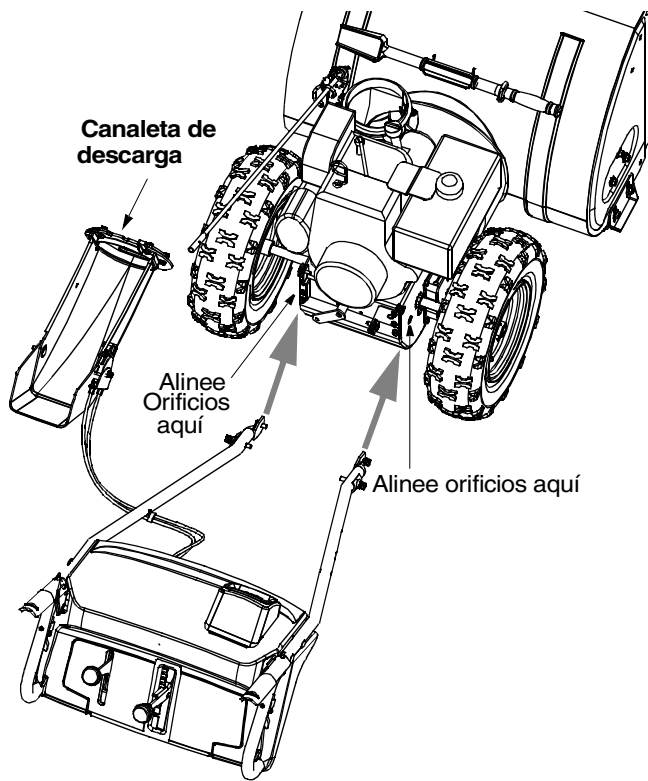

Figura 2
- Extienda los cables de control y coloque el conjunto del mango y panel del mango sobre el piso. Vea la Figura 2.
- Coloque los dos extremos de los mangos sobre el bastidor del expulsor de nieve como lo indican las flechas de la Figura 2. Para su comodidad, puede colocar la canaleta de descarga en la abertura de la canaleta. Alinee los dos orificios inferiores en cada mango con los orificios correspondientes en el bastidor del expulsor de nieve.